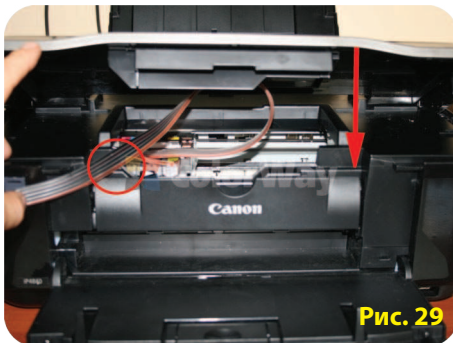

Рис. 29
- 5.11. Опустите немного крышку принтера, так чтобы Вы могли подвинуть каретку немного вправо, проложите шлейф между крышкой и корпусом принтера. (Рис. 29).